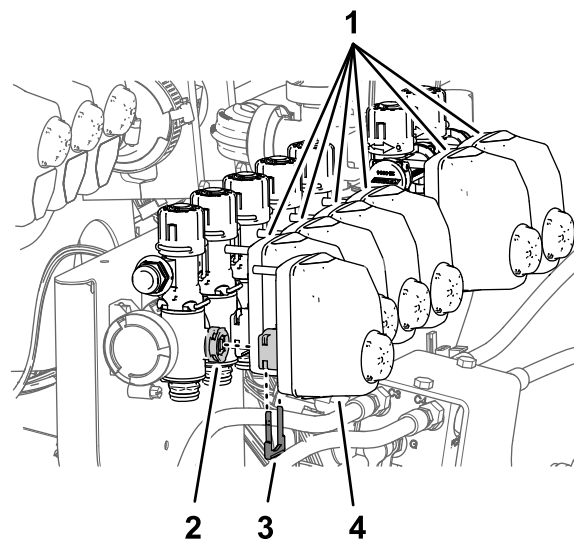

Рисунок 98
- Снимите приводы клапанов с клапанов сопел с 1 по 7 (Рисунок 98).
- Снимите держатели, которые крепят приводы клапанов к клапанам сопел с 1 по 7 (Рисунок 98).
10. Установите приводы клапанов на клапаны сопел с 1 по 7 (Рисунок 98) с помощью держателей, снятых при выполнении пункта 1.